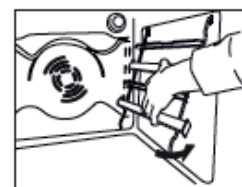

Fig. 4
4. Montați la loc în cuptor grătarele laterale de susținere (Fig. 4).